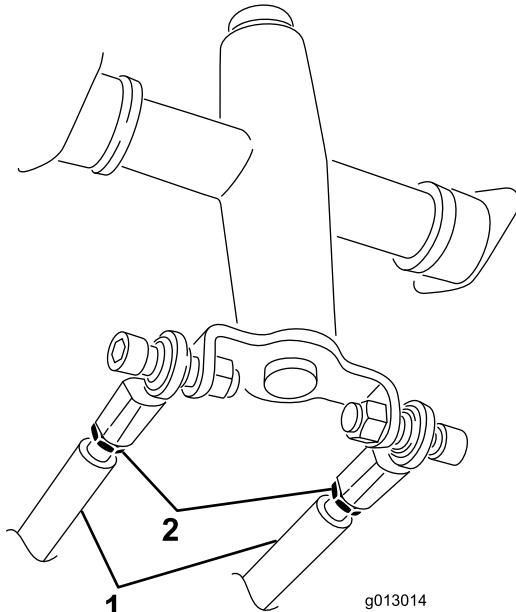

Bild 58
3. Lösen Sie die Klemmmuttern an den Zugstangen unter dem Bedienfeld (Bild 58).